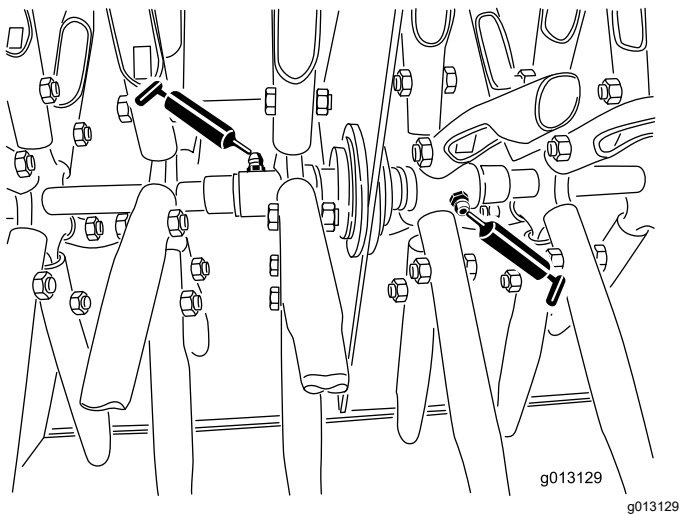

Figure 23
3. Tournez manuellement les 2 ensembles louchets centraux jusqu'à ce que vous puissiez voir les graisseurs (Figure 23).